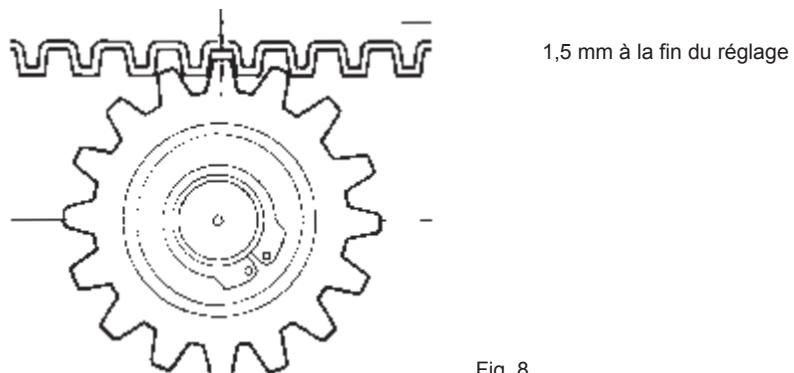

Fig. 8
- Maintenir un jeu de 1,5 mm entre le pignon et la crémaillère sur toute la longueur du portail (fig. 8).